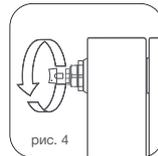

рис. 4
4. Для удаления воздуха из радиатора в верхний коллектор обязательна установка крана Маевского* или автоматического воздухоотводчика. Для удаления воздуха через кран Маевского необходимо периодически (несколько раз в год) вручную стравливать его с помощью специального ключа* (рис. 4)